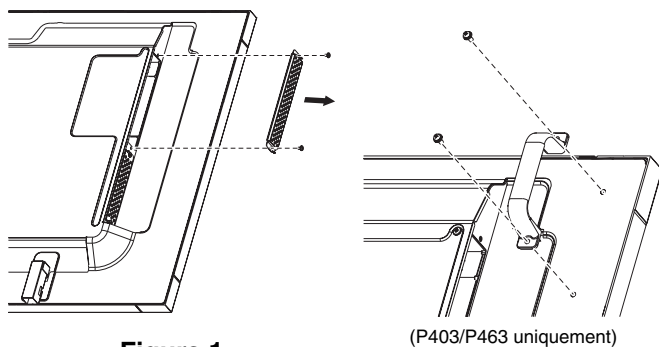

Figure 1
3. Retirez le couvercle du logement en dévissant les vis (Figure 1).